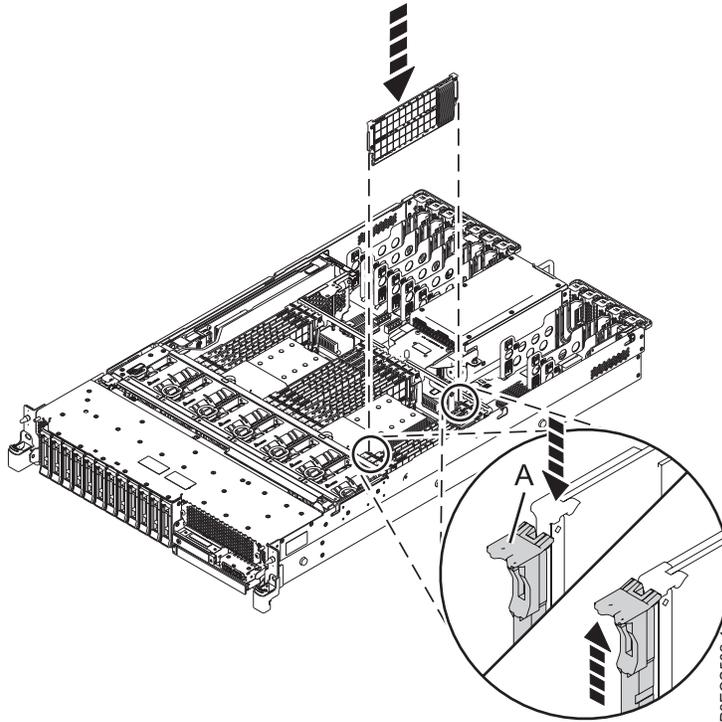

Abbildung 8. Speichermodul im System vom Typ 5148-21L, 5148-22L, 8247-21L, 8247-22L, 8284-21A oder 8284-22A installieren oder austauschen
5. Drücken Sie das Speichermodul fest in den Steckplatz, bis die Verriegelungszunge (A) einrastet. Siehe Abb. 8 auf Seite 14.